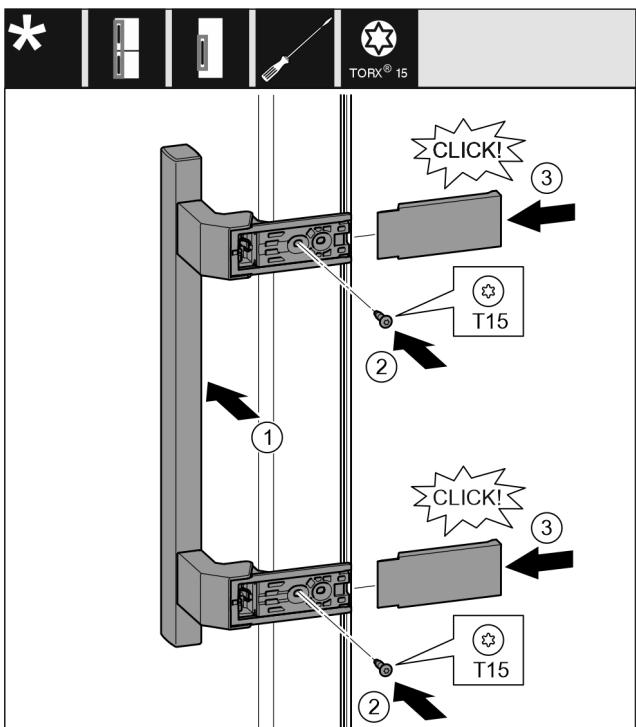

Fig. 21
- Εφαρμόστε τη λαβή στην απέναντι πλευρά. Fig. 21 (1)
- Σφίξτε τις βίδες με κατσαβίδι T15. Fig. 21 (2)
- Εφαρμόστε στο πλάι τα καλύμματα και τοποθετήστε τα. Fig. 21 (3)